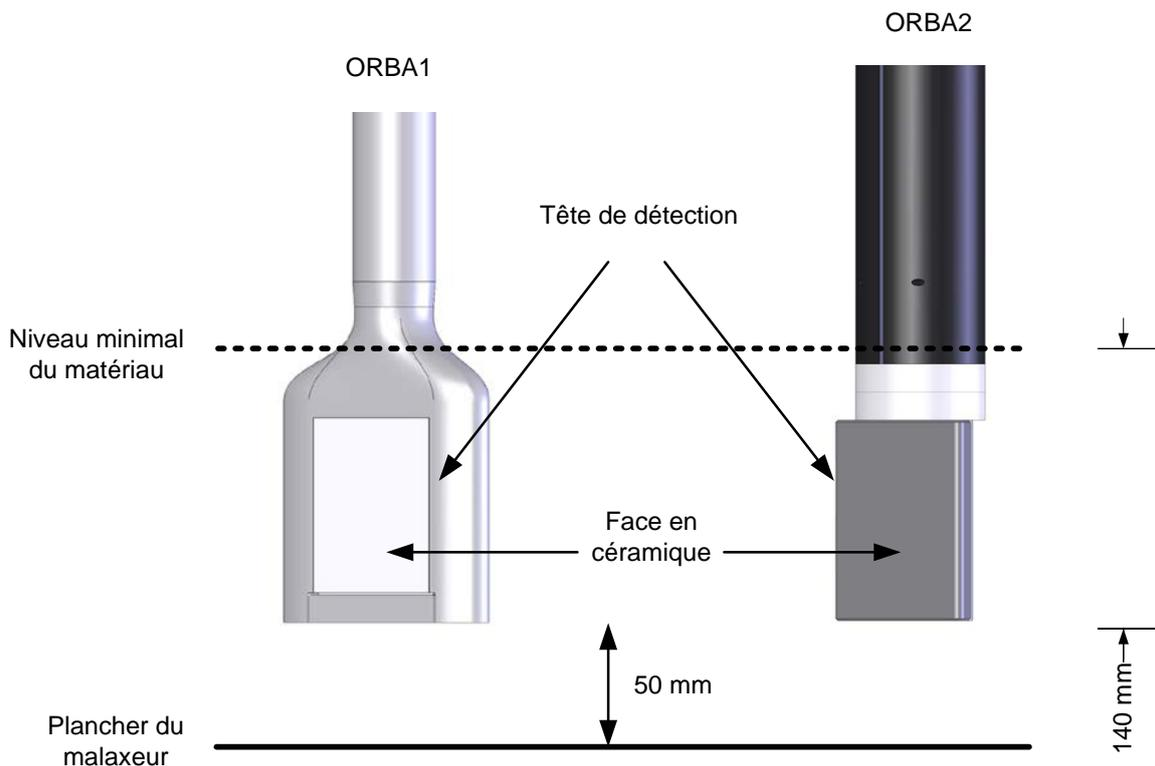

Figure 13: Réglage de la hauteur du bras de la sonde
- Les bras de détection sont disponibles en plusieurs longueurs. La sonde doit être montée de manière à laisser un dégagement de 50 mm entre le bas du bras de détection et le plancher du malaxeur (Figure 13).
La hauteur recommandée pour une application type est de 50 mm au-dessus du plancher du malaxeur (Figure 13). Vous pouvez régler cette hauteur en vous servant de l'aligneur d'angle, dont la largeur est de 50 mm.